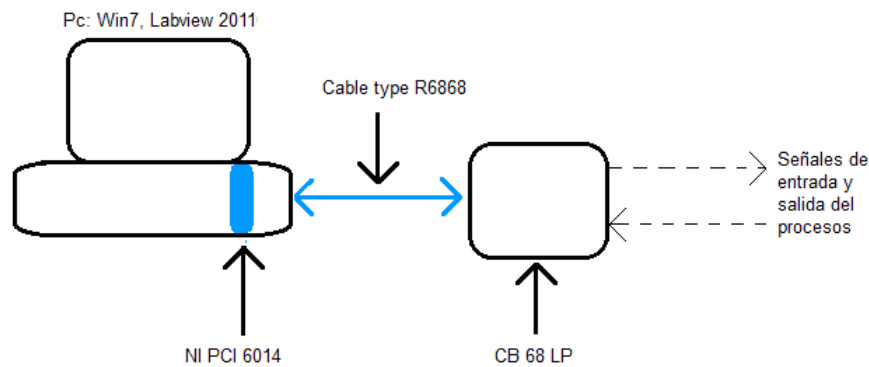

Figura 1. DAQ Servosistemas
- En el Área de servosistemas (figura 1), el computador personal -PC con sistema operativo Windows 7 profesional, el programa desarrollador de aplicaciones labVIEW™ 2011, la tarjeta NI PCI 6014 Incrustada en el computador y la bornera exterior CB 68 LP
- En el Área de procesos, para el banco de medición y control de flujo (PCT 9-1) : computador personal -PC con sistema operativo Windows XP, el programa desarrollador de aplicaciones labVIEW™ 2010, la tarjeta NI PCI 6014 Incrustada en el computador y la bornera exterior CB 68 LP (Iden figura 1)